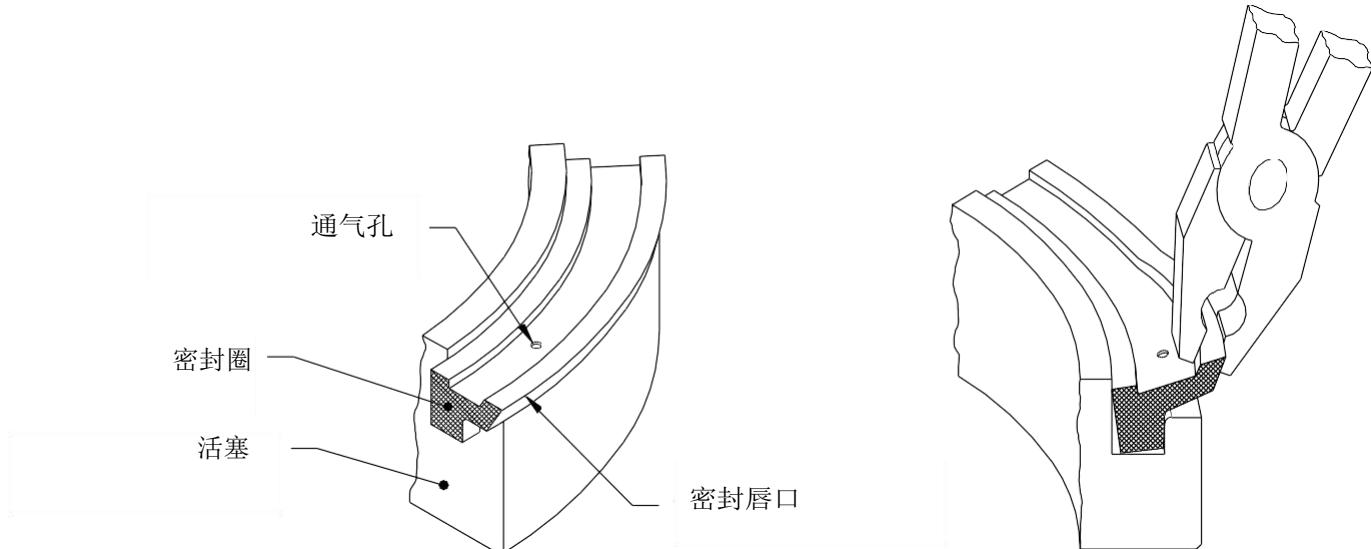

图8A：密封圈的拆卸
- d) 双密封件类型—找到密封件提取点，该点由密封件表面上的“点”标记指示。用钳子夹住提取标记附近的液压密封件密封，将密封件拉离活塞。参考图 8A。